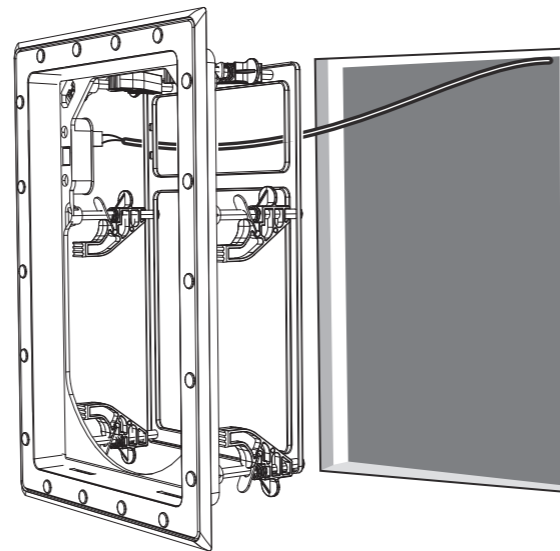

Fig. 8. Installing the Frame into the Wall
1. Premete con cautela il telaio nell'apertura della parete, assicurandovi di non intrappolare o pizzicare il cablaggio dell'altoparlante (Fig. 8).